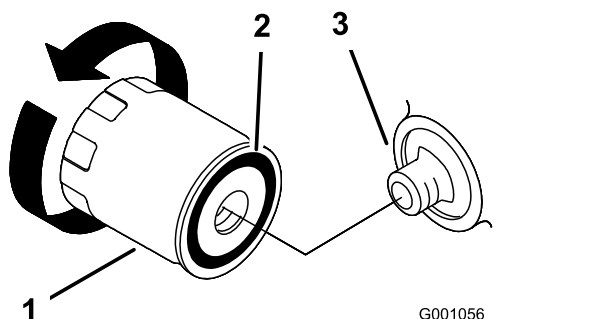

Figura 34
4. Instalați filtrul de ulei nou pe adaptorul filtrului, rotiți filtrul de ulei în sensul acelor de ceasornic până când garnitura din cauciuc intră în contact cu adaptorul filtrului, apoi strângeți filtrul cu încă două treimi ($\frac{2}{3}$) de tură până la 1 tură (Figura 34).